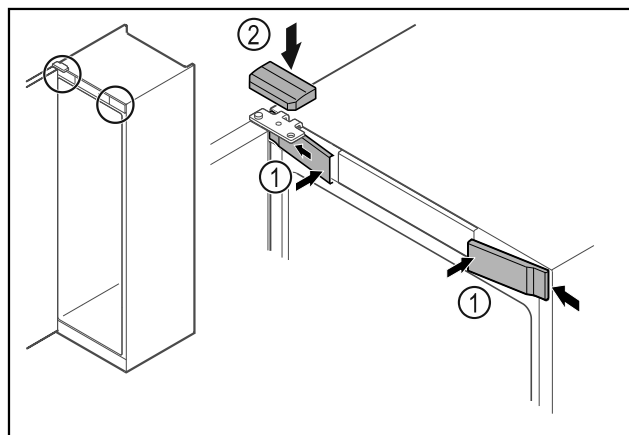

Fig. 67
- ▶ Klik de forreste afdækninger Fig. 67 (1) i på siden, og lad dem gå i hak.
- ▶ Klik på den øverste afdækning Fig. 67 (2) på ovenfra.